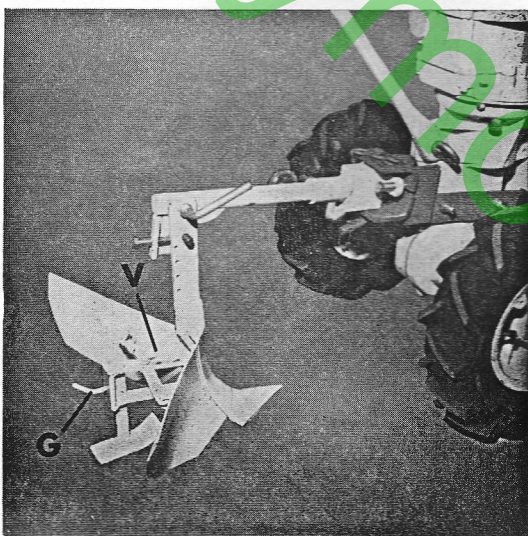

Fig. 19
- Son montage sur le porte-outil est identique au montage de la herse (fig. 19).